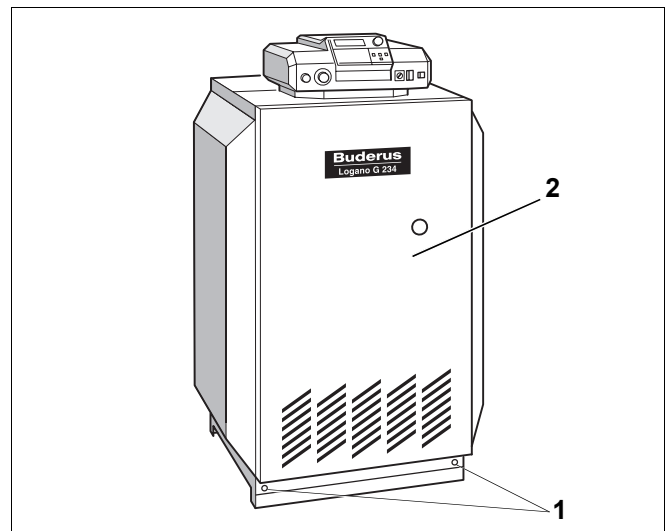

Fig. 34 Logano G234 WS, este gata montat
- Introduceți peretele frontal (Fig. 34, **Poz. 2**) al cazanului.
- Răsuciți (Fig. 34, **Poz. 1**) șuruburile de siguranță în stânga și în dreapta pereților laterali.